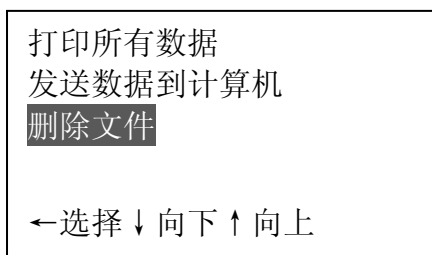

图 34
d. 按 ← 键进入，按 ↓ 或 ↑ 键将光标移至 **删除文件**，如图 34：